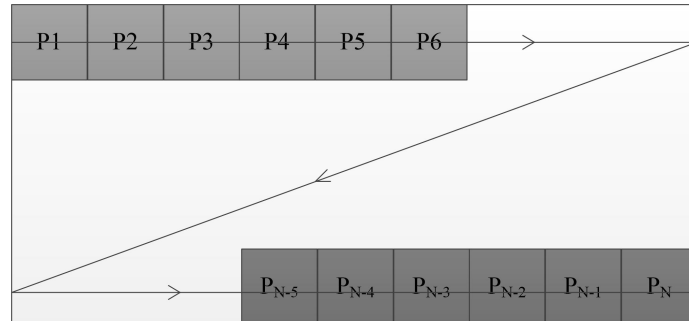

图 6 灰度图像 raw 或 iim 文件数据格式示意图
①对于灰度图像，像素序号从小到大在 raw 或 iim 文件中对应位置为从左到右，从上到下。如图 6 所示，P1 表示第 1 个像素的灰度值、P2 表示第 2 个像素的灰度值、P_N 表示第 N 个像素的灰度值。